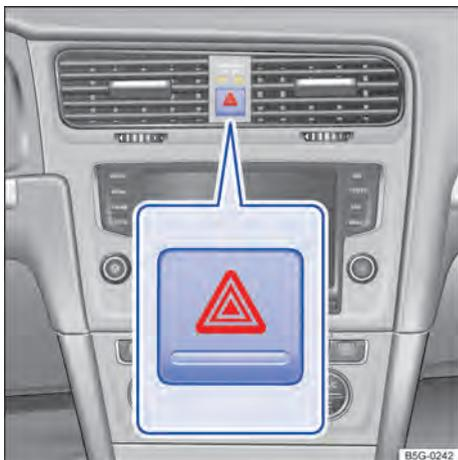

Fig. 55 Na parte superior do console central: botão das luzes de advertência.
2. Ligar as luzes de advertência com o botão  → Fig. 55.